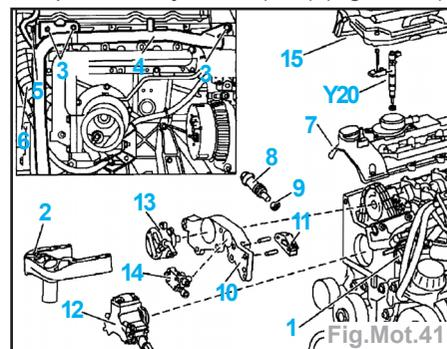

Fig.Mot.41
- Déposer les injecteurs (Y20) (Fig.Mot.41).